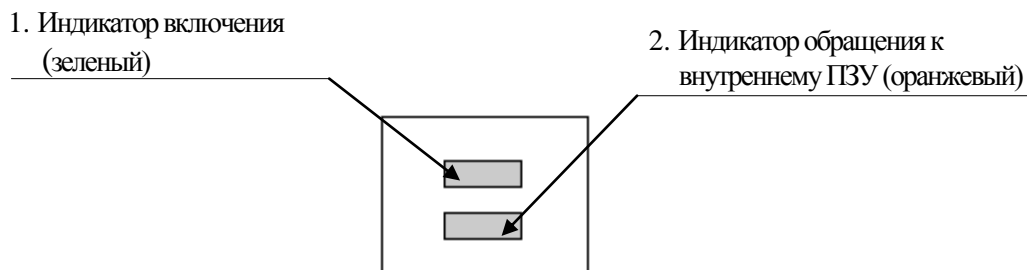

Рисунок 2. Панель индикации
3. Панель индикации (подробнее смотрите рисунок 2).